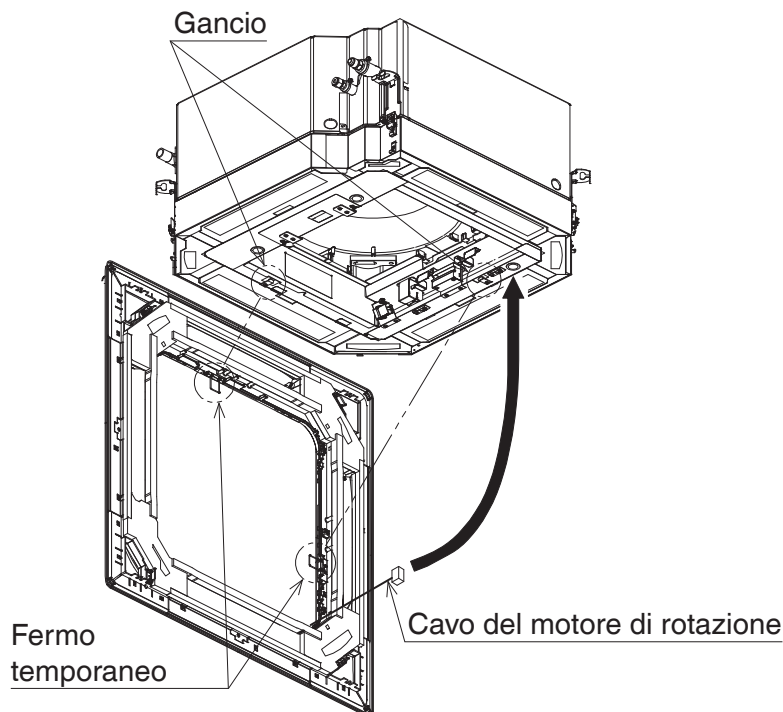

Figura 15
1. Fissare il pannello decorativo dopo aver agganciato i fermi temporanei del pannello decorativo ai ganci del purificatore d'aria UV Streamer. (Fare riferimento a **Figura 15**.)